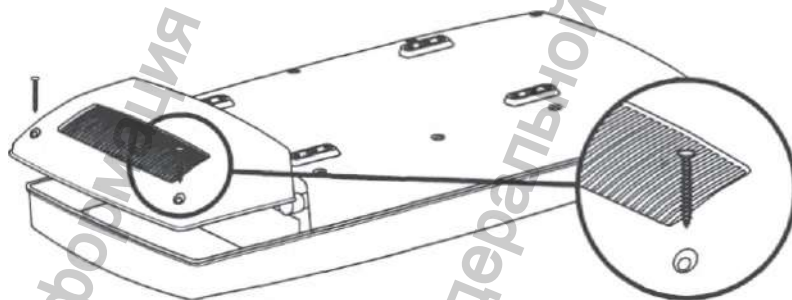

Рисунок 6
- вывернуть два винта соединяющие вставку панели с корпусом рециркулятора (рисунок 6);
- вернуть два винта, соединяющие вставку панели с корпусом рециркулятора (рисунок 6)